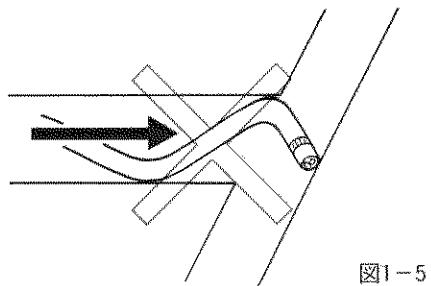

図1-5
⑬ 挿入、引き出しあはゆっくり行い無理な押し込み、ねじり操作はしないでください。(図1-5)